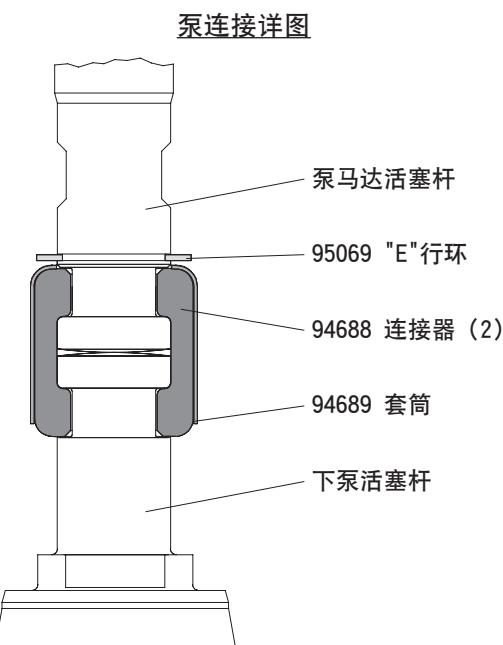

图 2
5. 使用e形环钳, 尽量向上滑动 "e" 形环, 使套筒向上移动, 松开两个连接器(参看图2)。